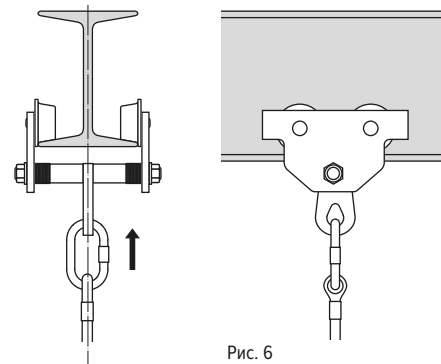

Рис. 6
3. Присоедините к устройству соединительно-амортизирующую подсистему с помощью карабина (рис. 6).